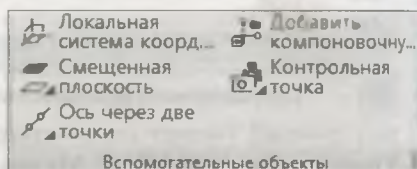

Рис. 18.13. Панель инструментов Вспомогательные объекты
- Панель инструментов **Вспомогательные объекты** (рис. 18.13) — содержит команды, позволяющие построить вспомогательные оси, плоскости, точки. Более подробно работа с данными командами рассмотрена в *уроке 20*;